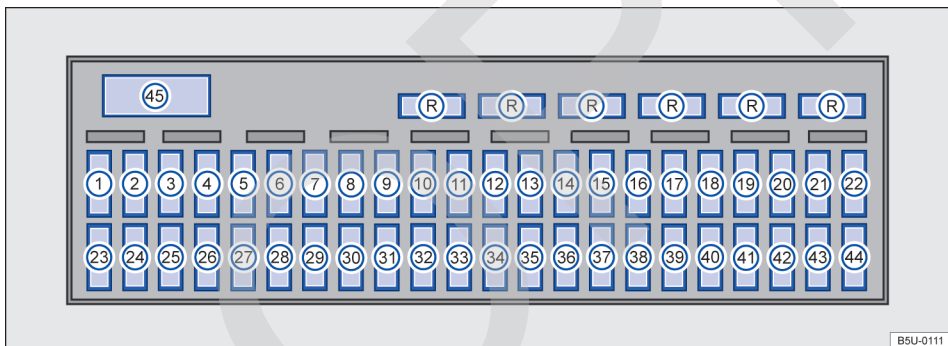

Fig. 162 Caja de fusibles.
Volkswagen recomienda mantener siempre en el vehículo algunos fusibles de reserva, los cuales pueden colocarse en la parte superior de la caja de fusibles → fig. 162 (R) (como, por ejemplo, fusibles de 5 A, 10 A, 15 A, 20 A, 25 A y 30 A para vehículos sin aire acondicionado o 40 A para vehículos con aire acondicionado).